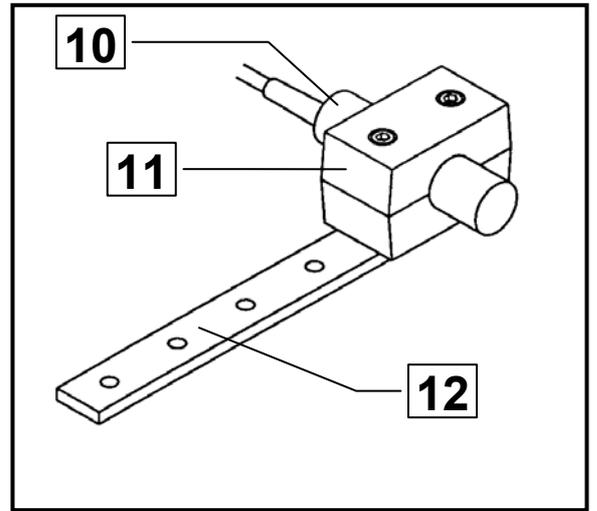

Рис. 7
- Для монтажа датчика в области переднего колеса трактора может использоваться совместно поставляемая с ним шина (12) (рис.7).
- Датчик в клеммном держателе (11) перемещают таким образом, чтобы интервал между ним и зубчатым кольцом составлял от 3 до 6 мм (рис.7 и 9).